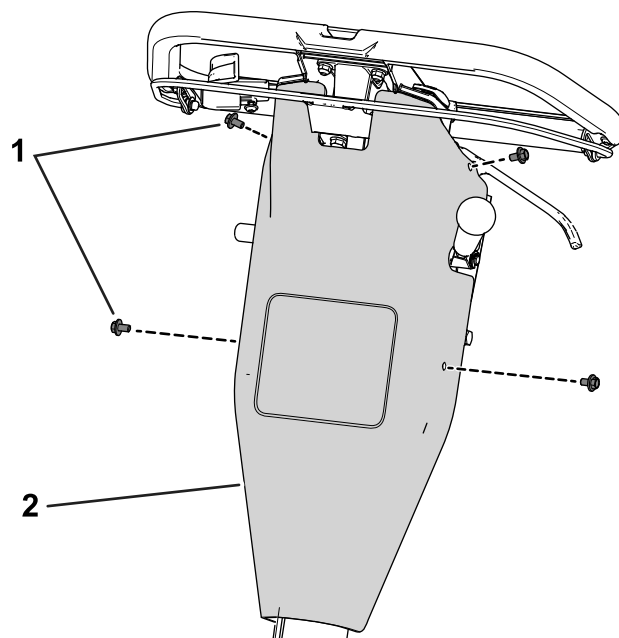

Figura 41
B. Rimuovete la copertura del quadro di comando togliendo le viti che fissano la copertura al pannello posteriore (**Figura 41**).